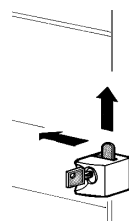

figura 5
- 4 - Il distributore è dotato di serratura per la chiusura del comparto refrigerato contenente il prodotto ed i rubinetti (vedere figura 5).